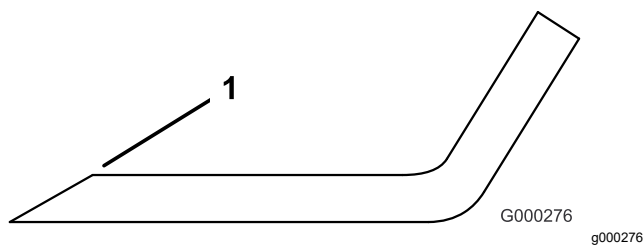

Figura 128
3. Esaminare l'affilatura di tutte le lame e affilate se risultano smussate o scheggiate (Figura 128).
Nota: Affilate soltanto la parte superiore del tagliente e mantenete l'angolo di taglio originale per garantire l'affilatura (Figura 128). La lama resta bilanciata soltanto se viene rimossa una quantità uguale di metallo da entrambi i taglienti.